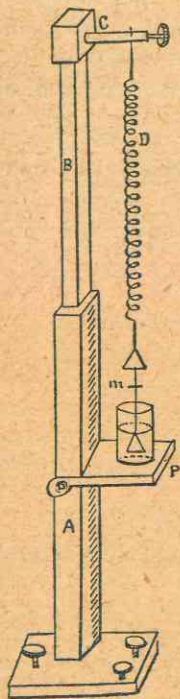

Fig. 306. - Balanza de Jolly.
Balanza de Jolly. — La balanza de Jolly (fig. 306) es un resorte, hecho con un alambre de acero arrollado en espiral (D) fijo en su extremo superior, y que lleva en el inferior dos platillos superpuestos. El conjunto montado en un soporte de madera (A) que lleva una escala; delante de ello se mueve un índice (m) que acompaña a los platillos. Colocado el platillo de abajo dentro de un vaso de agua, el mineral sobre el platillo de arriba, el índice señala el peso del ejemplar; llevamos ahora el mineral al platillo sumergido y habrá pérdida de peso por el agua desplazada, que es igual al volumen del mineral: